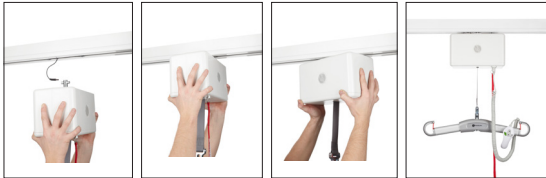

Abb. 1 – 4: Montage des Hubmotors an der Schiene mittels QuickTrolleySystem
3. Drücken Sie den Hubmotor nach oben und drehen Sie ihn um 90 Grad, bis die T-Konsole am Hubmotor einrastet, Bild 1 – 4.